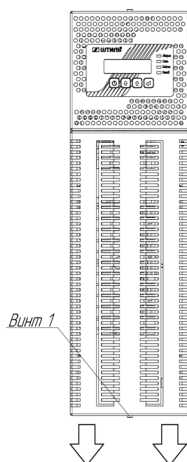

Рисунок 15a. Стабилизаторы IS3106RT, IS3108RT и IS3110RT. Винт 1 и направление движения при снятии неповоротной части передней панели
1. Отсоединив винт 1 и заземляющий проводник, снять неповоротную часть передней панели (**рисунок 15a** и **156**).